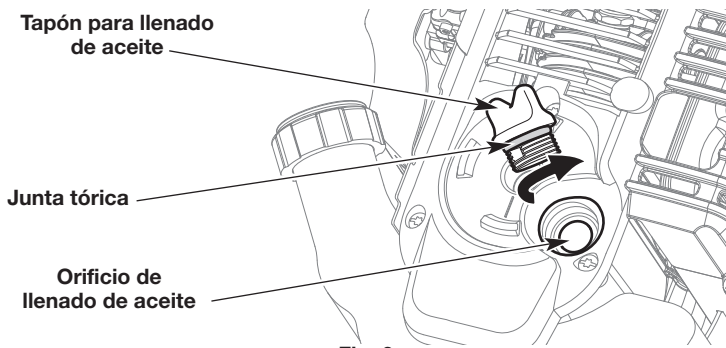

Fig. 6
2. Desenrosque el tapón de llenado de aceite (Fig. 6).
3. Vierta 3.04 onzas líquidas (90 ml) dentro del orificio de llenado de aceite (Fig. 6).
5. Compruebe que la junta tórica esté en su lugar en el tapón de llenado de aceite (Fig. 6).